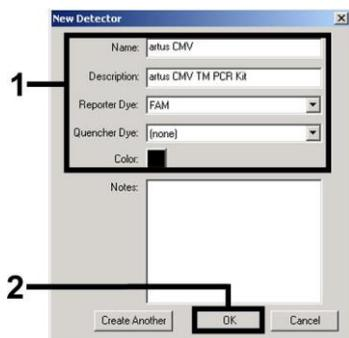
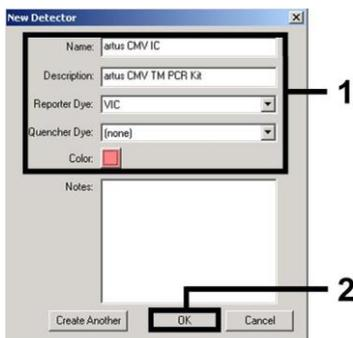
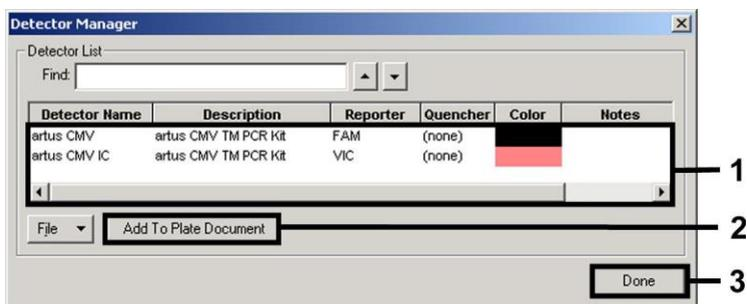

Fig. 4: Creazione del rilevatore specifico per CMV (Detector Manager) (Gestione rilevatori).
Fig. 5: Creazione del rilevatore specifico per IC (Detector Manager) (Gestione rilevatori).
Fig. 6: Selezione dei rilevatori (Detector Manager) (Gestione rilevatori).
Per la rilevazione del DNA di CMV definire la combinazione di coloranti reporter/quencher FAM/none (FAM/nessuno) nella nuova finestra. Per la rilevazione del *Controllo interno*, selezionare la combinazione VIC/none (VIC/nessuno) (come illustrato nella Fig. 4 e nella Fig. 5). Con la conferma dei dati inseriti (OK) si torna al *Detector Manager* (Gestione rilevatori). Evidenziare i rilevatori appena creati e trasferire ogni selezione al *Well Inspector* (Ispezione pozzetti), facendo clic sull'opzione *Add to Plate Document* (Aggiungi al documento piastra) (vedi Fig. 6). Chiudere la finestra (*Done*) (Fatto).